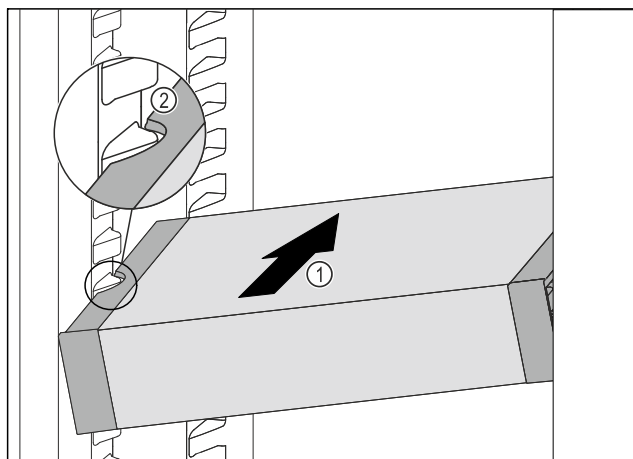

Fig. 197
- Вставити висувний ящик VarioSafe під кутом в охолоджувальне відділення Fig. 197 (1), доки бокові поглиблення Fig. 197 (2) VarioSafe не будуть розташовуватися на рівні ребра для ємності в охолоджувальному відділенні.